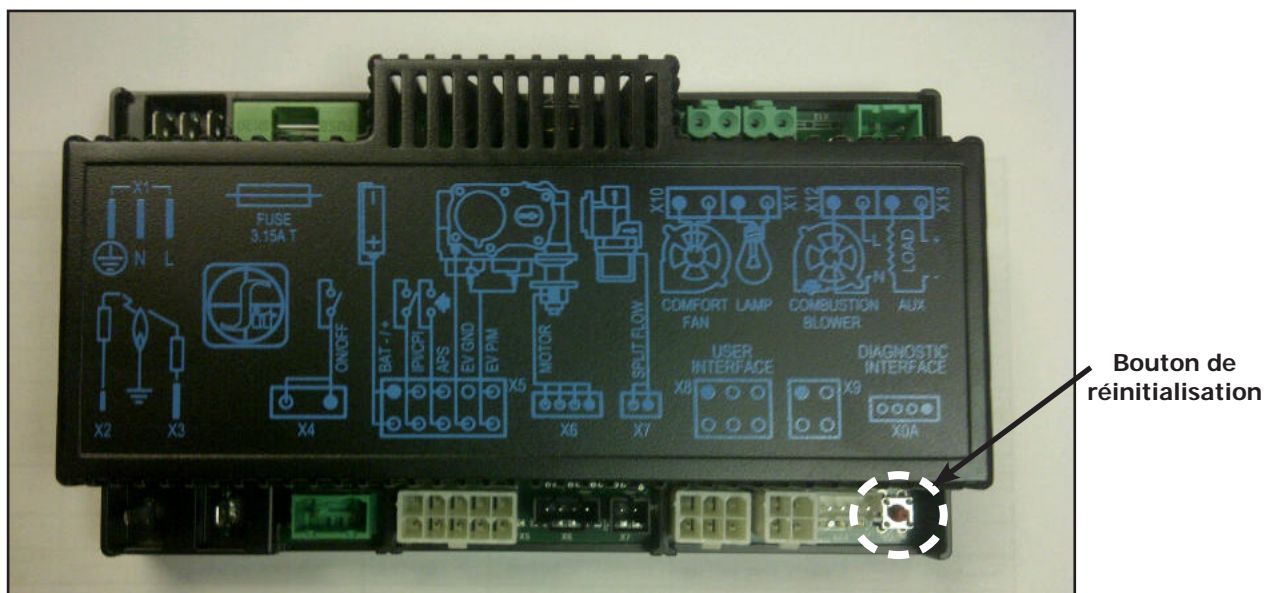

Figure 5: Contrôleur de cheminée intégré
L'IFC est le contrôleur principal de votre système de commande de foyer connu sous le nom de Proflame 2. Cet appareil contrôlera tous les aspects du foyer en recevant les commandes de la télécommande. Ce contrôleur est alimenté par 120 VAC mais peut également fonctionner avec une batterie de secours (4) AA en cas de panne de courant. Seule la commande du brûleur principal peut être utilisée pendant le fonctionnement avec la batterie de secours ; les composants auxiliaires, tels que le ventilateur de convection, ne peuvent pas être utilisés. Utilisez le bouton de réinitialisation (voir Figure 5) pour synchroniser l'émetteur à distance avec l'IFC pour la première fois ou après le remplacement des piles.
Installez les quatre (4) piles AA fournies dans le porte-piles IFC. La télécommande doit provenir du fabricant avec les piles déjà installées. Appuyez sur le bouton de réinitialisation de l'IFC (voir Figure 5) et écoutez les trois (3) bips. Appuyez sur la touche ON de la télécommande et écoutez une autre séquence de bips. Une fois la commande acceptée, le système est initialisé et prêt à l'emploi.